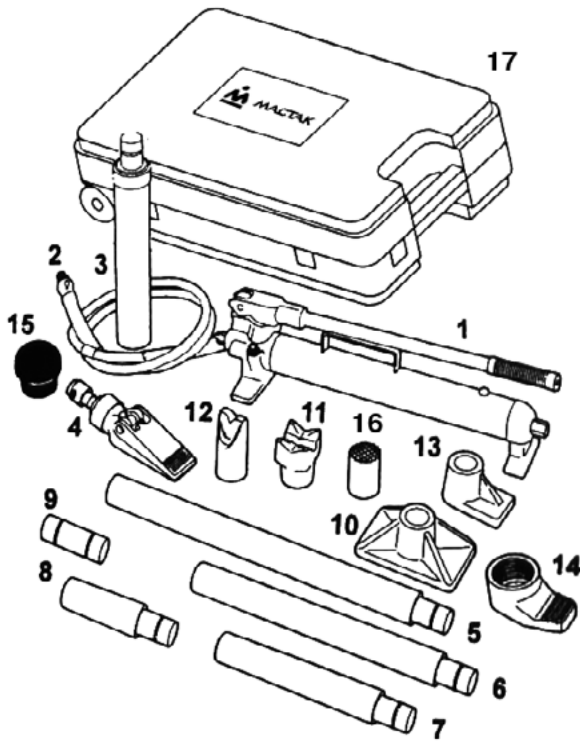

Рис. 1
Набор гидравлического инструмента представляет собой компактный и удобный в эксплуатации комплект из гидравлического насоса (Рис.1, п.1), гидравлического цилиндра (Рис.1, п.3), удлинителей для упрощения работы (Рис.1, п. 5-8) и специальных фигурных соединяющих насадок (Рис.1, п.11-16). Набор применяется при проведении кузовного ремонта и работ с каркасом. Умело комбинируя насадки и удлинители, можно добиться непревзойдённой эффективности в производстве кузовных работ. Используется как любителями, так и профессионалами.
1. Выберите из набора необходимое оборудование для Ваших целей и присоедините данное оборудование к рабочему цилиндру (Рис.1, п.3).
2. Перед началом работы убедитесь в прочности крепления всех насадок и правильности их положения на рабочем цилиндре, а также в надёжности соединения шланга гидравлического насоса (Рис.1, п.2) с цилиндром (Рис.1, п.3) или с распорной клиновой насадкой (Рис.1, п.4).
3. Если нагрузка на поршень цилиндра приходится не по центру, работайте осторожно. Если для подачи давления в цилиндр (Рис.1, п.3) требуются дополнительные усилия, остановите работу и постарайтесь откорректировать положение системы таким образом, чтобы нагрузка в большей степени приходилась по центру. Это должно уменьшить требуемое усилие.